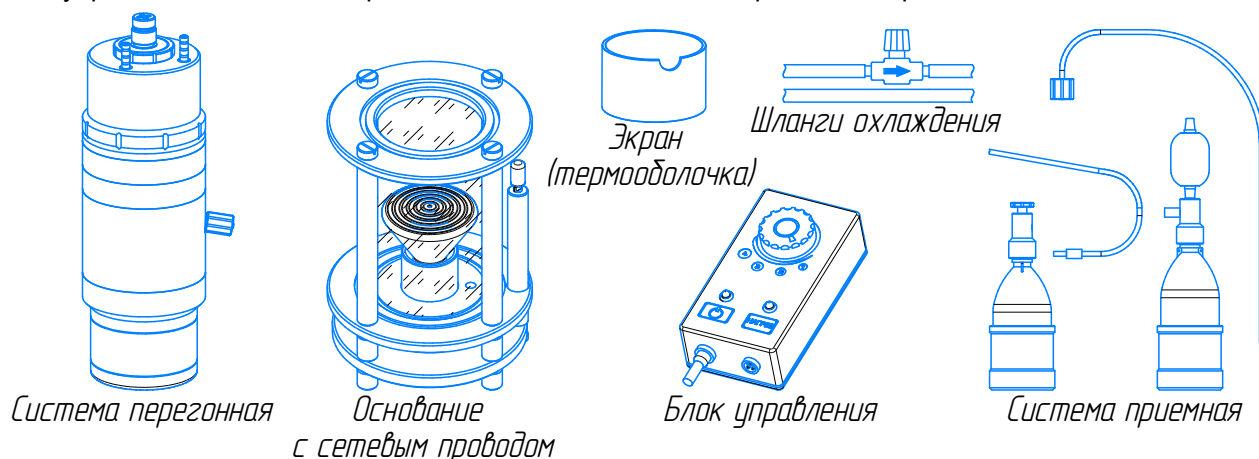

Рисунок 1. Состав АОК-70
1.3.1. АОК-70 состоит из непосредственно перегонной системы, основания с сетевым проводом, блока управления и системы приемной. Общий вид состава приведен на рис. 1.